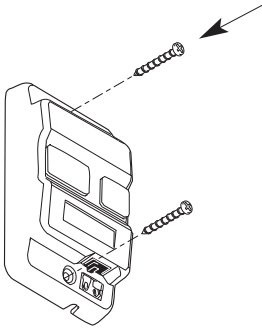

FIG. 3-4 Montaje del control de pared
- Sujete el control de pared a la pared con 2 tornillos (provistos) **(Fig. 3-4).**